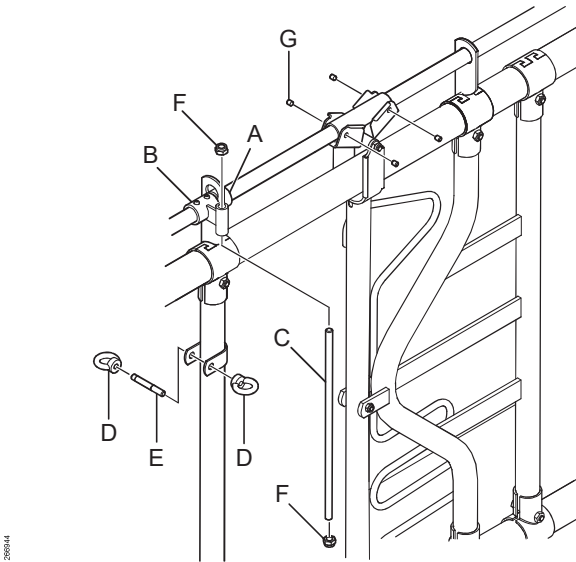

Fig. 31: Installering av kontrollenheten.
14. Monter kontrollenheten, fortrinnsvis ved enden av raden. Stopperingen og stopperingen med håndtakstilkoblingen festes på begge sider av siste kontrollrørføringen (A) i seksjonen ved hjelp av én stoppering, en spesialstoppering med sveist tilkobling for håndtak (B), ett håndtak (C), to M12-låsemuttere (F), én bøyd plate for Ø42,4 mm (Ø1¼") rør og én M10 x 65 mm-skrubolt (E) (se Fig. 31).
15. Fest to M10-løfteøyemuttere (D) til støtten slik Fig. 31 viser.
16. Fest håndtaket på kontrollenheten i løfteøyemutteren som befinner seg på dyresiden. Låseinnretningen kan deretter festes til kontrollrørføringen ved hjelp av fire M8 x 10-innstillingskruer (G) slik Fig. 31 viser.
Merk! Stram de fire innstillingsskruene M8 x 10 A2 (G) godt for å unngå at de løsner (se Fig. 31).